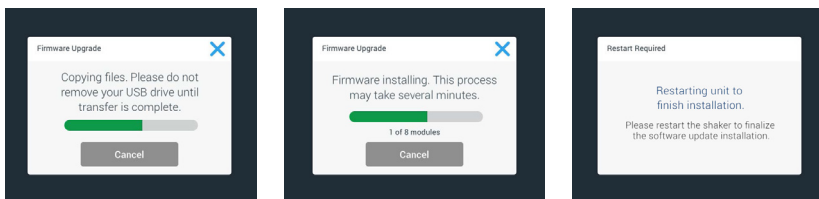

图 123: 固件升级安装消息
15. 将显示各种消息，通知您安装进度，如图 123 所示。